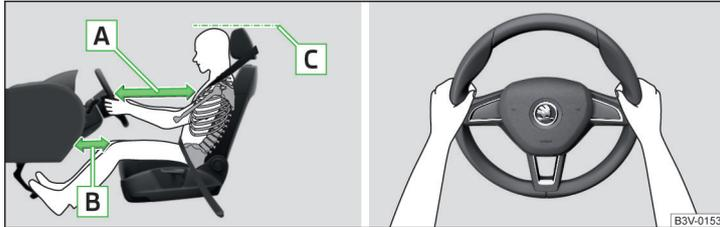

Fig. 2 Posición de asiento correcta del conductor / Posición correcta del volante
- ✓ Ajuste el asiento del conductor longitudinalmente de forma que la distancia de las piernas hasta el tablero de instrumentos en la zona del airbag de rodillas sea al menos de 10 cm » [fig. 2 - \[B\]](#).
- ✓ Ajustar el volante de tal modo, que la distancia entre el volante y el estérnón sea, como mínimo, 25 cm » [fig. 2 \[A\]](#).
- ✓ Ajuste el reposacabezas de tal modo que el borde superior del mismo se encuentre a ser posible a la misma altura que la parte superior de su cabeza (no es válido para los asientos con reposacabezas integrado)» [fig. 2 - \[C\]](#).
- Durante la conducción, sujete el volante con ambas manos por el borde exterior de los lados en las posiciones de las "9" y "3" horas » fig. 2. No sujete nunca el volante en la posición de las "12 horas" o de cualquier otro modo (p. ej., en el centro, en el borde interior del volante, etc.). De lo contrario puede generarse lesiones graves en los brazos, manos y la cabeza cuando se activa el airbag.
- ✓ Ajuste el reposacabezas de tal modo que el borde superior del mismo se encuentre a ser posible a la misma altura que la parte superior de su cabeza » fig. 2 de la pág. 12 - **C** (no es válido para los asientos con reposacabezas integrado).
- ✓ Ajustar el reposacabezas de tal modo, que el borde superior del mismo se encuentre de ser posible a la misma altura que la parte superior de la cabeza » fig. 2 de la pág. 12 - **C**.